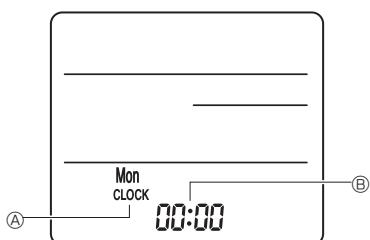

Fig. 6-8
3) Ayar (Saat ayarı) (Fig. 6-8)
- ① Pilleri takın veya ucu sıvı bir nesne kullanarak Ⓛ CLOCK düğmesine basın.